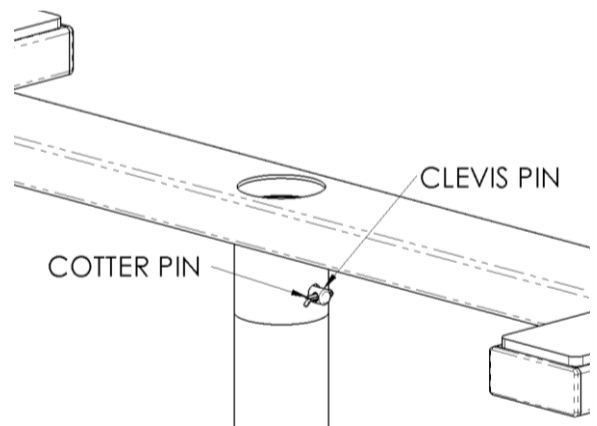

FIGURE 2
2. Si vous avez un plafond de 7 pieds, n'utilisez pas de rallonge (ITEM-2). Fixez le cadre supérieur (ITEM-1) directement à l'ITEM-3 en alignant les trous dans ITEM-1 et ITEM-3 et en insérant l'axe de chape (ITEM-6) à travers les trous. Après avoir inséré la goupille de chape, placez la goupille fendue (ITEM-7) dans le trou de la goupille de chape, comme illustré à la figure 2.
3. Si vous avez un plafond de 8 à 10 pieds, fixez le cadre supérieur (ITEM-1) au tube d'extension (ITEM-2) en alignant les trous et en insérant la goupille et la goupille fendue comme indiqué sur la figure 2.